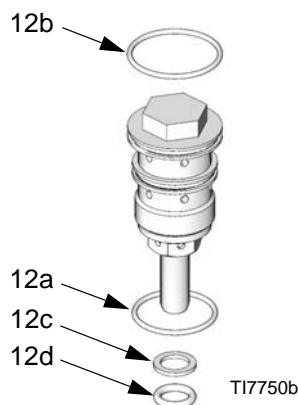

FIG. 13. Détails des fourreaux d'origine
4. Consultez la FIG. 13. Dévissez les ensembles de fourreau (12). Les petits joints toriques (12c, 12d) peuvent ne pas sortir en même temps que les ensembles de fourreau. Assurez-vous de bien les retirer du chapeau supérieur (1) ou du capot inférieur (3).
6. Lubrifiez l'ensemble de fourreau (12) et réinstallez-le dans le chapeau supérieur (1) et le capot inférieur (3). Serrez à un couple de 40,6-48,8 N•m (30-36 po.-lb).